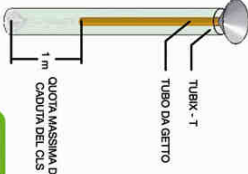

FIG. 2
8. Durante la fase di getto, il calcestruzzo non deve essere fatto fluire da un'altezza superiore di 1 m misurato fra il pelo libero del getto e la bocca di uscita del tubo di pompaggio. Per altezze superiori ai 3 metri è assolutamente necessario utilizzare il tubo da getto anche per evitare il dannosissimo fenomeno di separazione degli inerti (VEDI FIG.2);